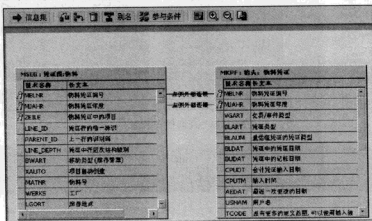

图 12-12 功能区数据库表内容
STEP 3 在“名称”和“数据源”中分别输入名称及要取数的基础表名，然后单击“”按钮，进入数据源设定界面，如图 12-12 所示，可以看到该数据源中包括了 MSEG（物料凭证明细表）和 MKPF（物料凭证抬头表）两个数据库表。